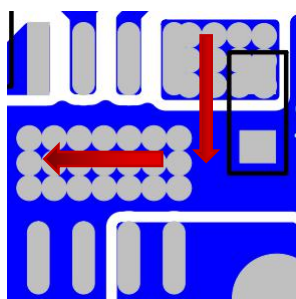

图 1
- 2.输入电容应尽可能靠近芯片引脚（VIN 和 GND）。输入电源引脚必须增加一个 0.1uF 的陶瓷电容以增强芯片的抗高频噪声能力。如图 1。